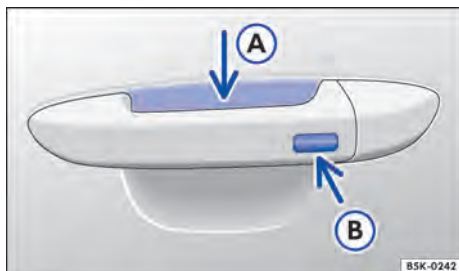

Fig. 58 Keyless Access: superfícies do sensor.
- Tocar o sensor → Fig. 58 (A) na parte interna da maçaneta da porta do condutor ou da porta do passageiro dianteiro.
- Tocar na superfície do sensor → Fig. 58 (B) na parte externa da maçaneta da porta do condutor ou da porta do passageiro dianteiro *uma vez*.
- Além disto, dentro de 5 segundos, tocar uma vez no sensor na parte externa da maçaneta da porta → Fig. 58 (B).
Para a **abertura de conforto** de todos os vidros elétricos empunhar a maçaneta da porta e manter pressionados, ao mesmo tempo, o sensor da parte interna da maçaneta → Fig. 58 (A) e a superfície do sensor (B).
Para o **fechamento de conforto** de todos os vidros elétricos manter um dedo durante alguns segundos sobre a superfície do sensor → Fig. 58 (B) no lado externo da maçaneta da porta do condutor ou do passageiro dianteiro.
Um forte jato de água ou de vapor pode ativar as superfícies dos sensores nas maçanetas se, ao mesmo tempo, uma chave do veículo válida estiver na área de aproximação. Se no mínimo um vidro estiver aberto e a superfície do sensor → Fig. 58  em uma maçaneta da porta for ativada permanentemente, todos os vidros serão fechados. Se o jato de água ou de vapor se afastar brevemente da superfície do sensor → Fig. 58  de uma maçaneta da porta e voltar a ser direcionado para ela, possivelmente todos os vidros se abrirão.